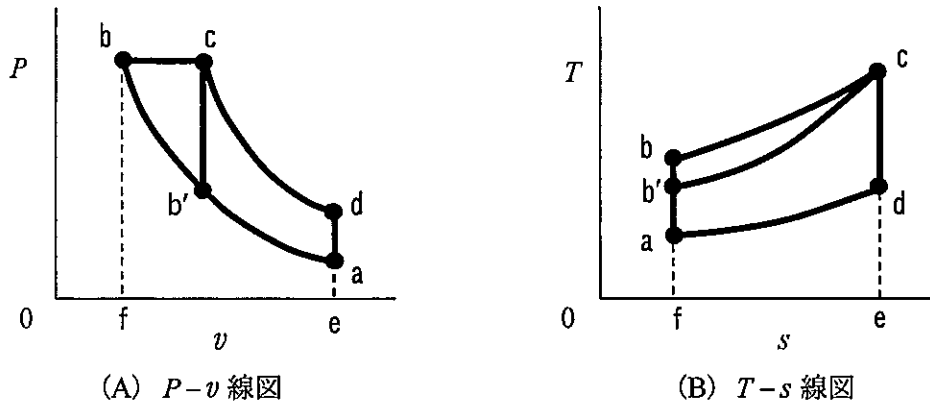

図3 オットーサイクルとディーゼルサイクルを重ねた線図
1) この両サイクルについて、図3 (A) は  $P-v$  線図上に重ねて示したものであり、図3 (B) は  $T-s$  線図上に重ねて示したものである。ここで、オットーサイクルは  $a-b'-c-d-a$ 、ディーゼルサイクルは  $a-b-c-d-a$  で表される。
ii) 図3 (B) の  $T-s$  線図において、両サイクルともに放熱量  $Q_L$  は、図中の  $\boxed{2}$  で囲まれる部分で同一量であるが、供給熱量  $Q_H$  はオットーサイクルでは  $\boxed{3}$  で囲まれる部分、ディーゼルサイクルでは  $\boxed{4}$  で囲まれる部分となる。